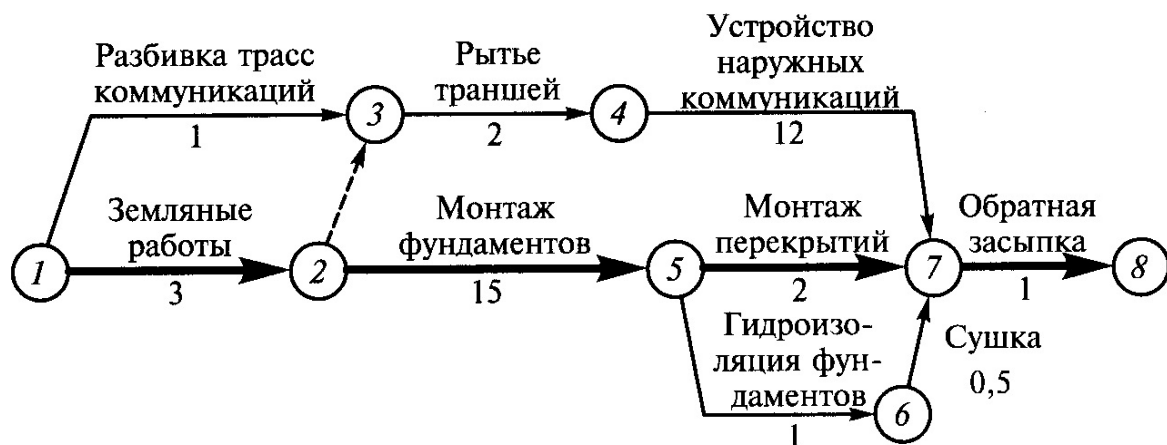

Рис. 9. Сетевой график на строительство подземной части здания
1. Внимательно рассмотреть сетевой график на строительство подземной части здания (рис. 9).
Различают *работы действительные*, требующие затрат времени и ресурсов, и фиктивные (*ожидание*), требующие только затрат времени. Например, обратную засыпку фундаментов можно выполнять, если обмазочная гидроизоляция высушена. Значит, работа 6—7 на рис. 9 при естественной сушке является фиктивной, или ожиданием. При сушке с помощью калориферов эта работа становится действительной, так как для ее выполнения потребуется расход электроэнергии и обслуживание калориферов.
Зависимость на СГ (штриховая стрелка 2—3, см. рис. 9) обозначает лишь взаимосвязь работ и не требует ни времени, ни ресурсов. В отличие от фиктивной работы сроки ее выполнения не указывают.
Непрерывная технологическая последовательность работ между исходными и завершающими событиями называется *путем*. На графике (рис. 9) показано несколько путей: (1—3—4—7—8) = 16 дней; (1—2—5—7—8) = 21 день; (1—2—5—6—7—8) = 20,5 дней. Самый длинный путь называется критическим. Продолжительность этого пути определяет срок работ по СГ. При необходимости
Основными являются следующие элементы сети (рис. 9): события 1 и 8 — соответственно исходное и завершающее события; работы 1—2 и 1—3 — исходные работы СГ; работа 7—8 — завершающая работа. Для работы 3—4 работа 1—3 является предшествующей, а работа 4—7 — последующей. Зависимость 2—3 — организационная и отражает ручную разработку грунта в траншеях после экскаваторных работ; работа 6—7 — фиктивная и связана с атмосферной сушкой обмазочной гидроизоляции.
2. Выполнить контроль и анализ эффективности использования рабочего времени, пользуясь результатами расчёта разности критического, подкритического и минимального пути по сетевому графику на строительство подземной части здания (рис.9).